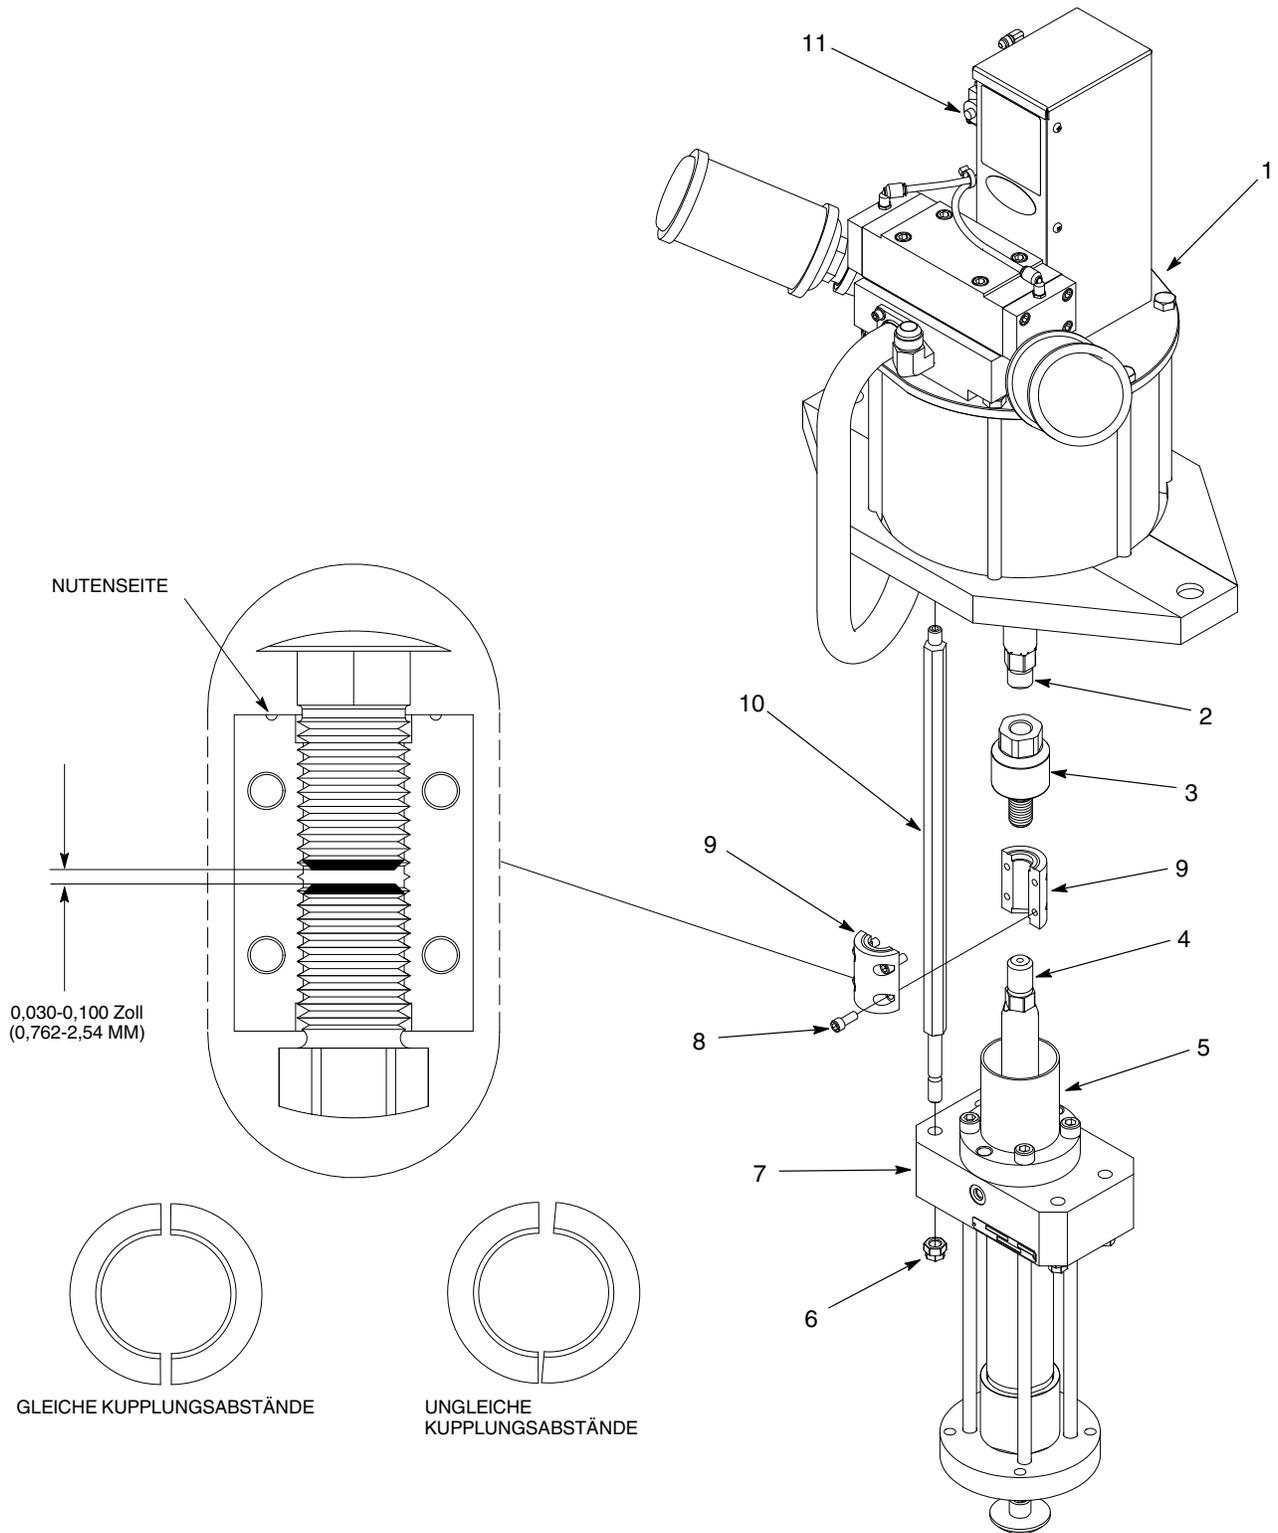

Abb. 14 Pumpe zusammensetzen
1. Siehe Abb. 14. Gewindesicherungslack auf das Außengewinde der Luftmotorstange (2) auftragen. Die schwimmende Kupplungsstange (3) an der Luftmotorstange installieren und mit 200-220 ft-lb (272-298 N•m) anziehen.
2. Die Verbindungsstangen (10) mit dem Luftmotor (1) verbinden und mit 60-65 ft-lb (81,5-88 N•m) anziehen.
3. Den Hydraulikteil (7) mit den Muttern (6) an den Verbindungsstangen (10) installieren. Die Muttern festziehen. Anzugsmoment: 60-65 ft-lb (81,5-88 N•m).
4. Die Spülkammer (5) am Hydraulikteil (7) installieren.